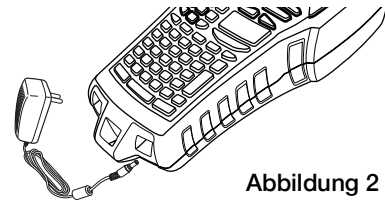

Abbildung 2
- 1 Schließen Sie das Netzteil an den Stromanschluss an der Unterseite des Etikettendrucker an. Siehe Abbildung 2.